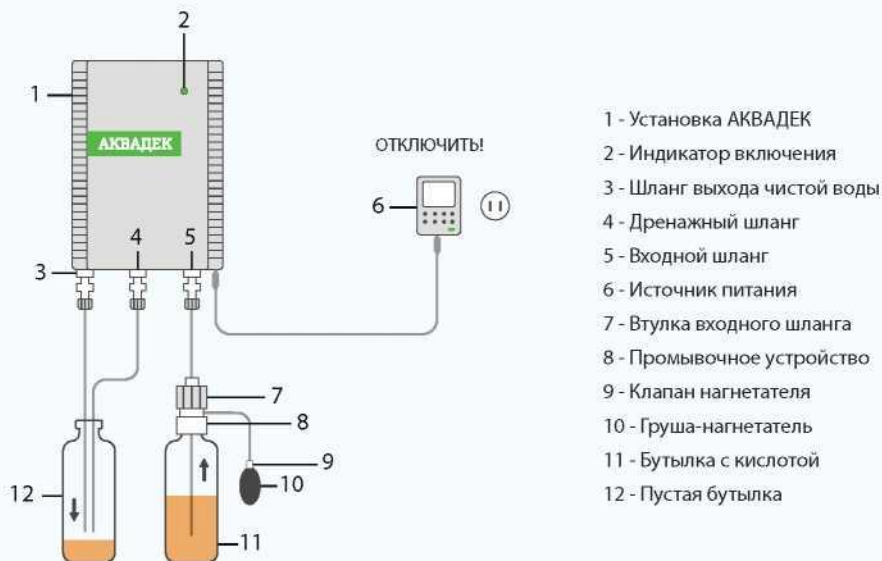

Рис. 3. Схема промывки установки.
- После использования установки в течении 12 месяцев или обработки 7 000 литров воды необходимо промыть электрохимический реактор установки кислотным раствором с целью удаления катодных отложений (см. рисунок 3).